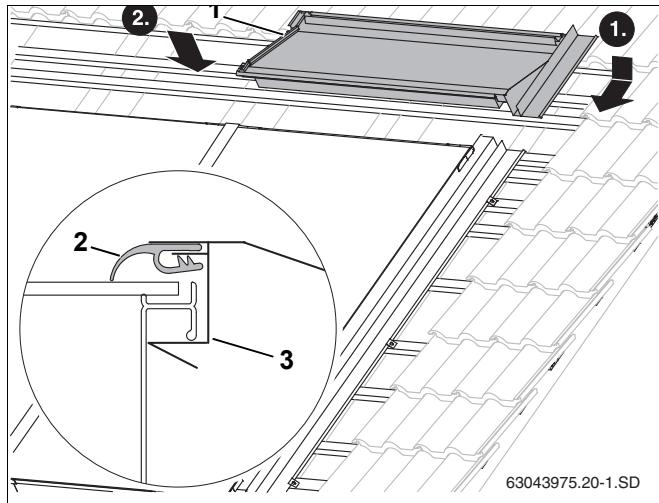

Рис. 56 Верхний правый накладной лист
- ▶ Введите верхний правый накладной лист (рис. 56, **поз. 1**) в правый боковой накладной лист.
- ▶ При нажатии на лист он входит под раму коллектора (рис. 56, **поз. 3**).
- ▶ Сверху на коллектор нужно уложить и вытянуть резиновый язычок (рис. 56, **поз. 2**).